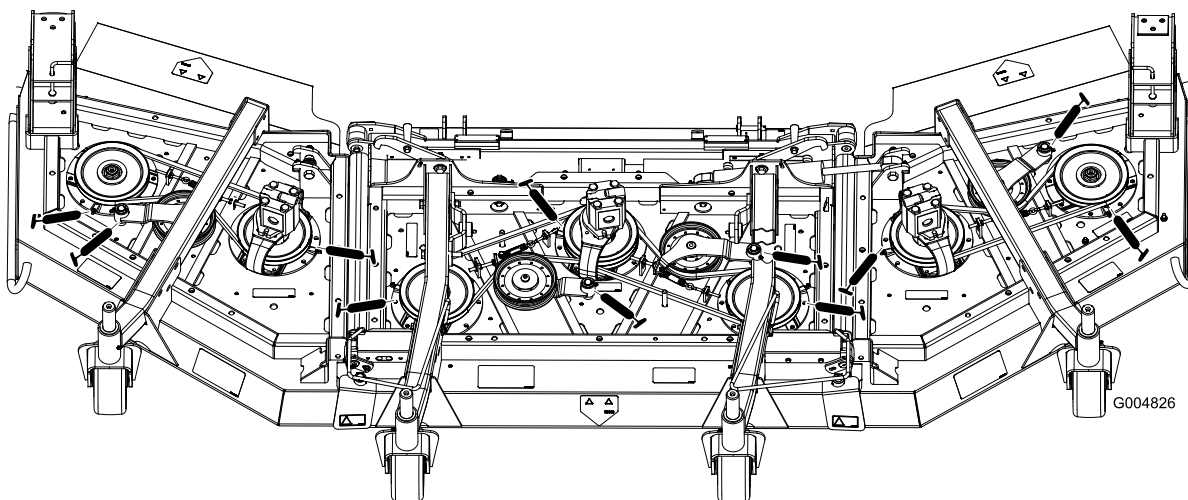

Figura 43
- Cojinetes del eje (3) (situados debajo de la polea) (Figura 43).
- Casquillos del pivote del brazo tensor (2) (Figura 43)